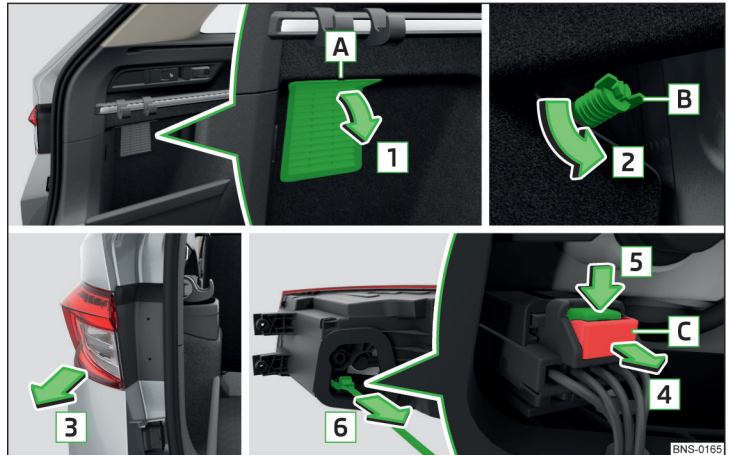

Abb. 375 Leuchte ausbauen / Stecker abziehen
- Das jeweilige Gitter **A** in Pfeilrichtung **1** abnehmen » Abb. 375.
- › Den Stecker entgegen der Pfeilrichtung **6** » Abb. 375 in die Leuchte einschieben.
- › Die Schraube **B** entgegen der Pfeilrichtung **2** einschrauben » Abb. 375.